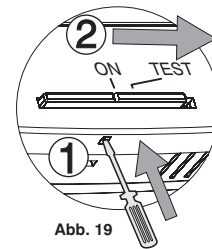

Abb. 19
- Stellen Sie den Wahlschalter **"ON - TEST"** auf **TEST** (Abb. 19).
- den Wahlschalter **"ON - TEST"** auf **TEST** stellen (siehe Abb. 19).
- den Wahlschalter **"ON - TEST"** auf **TEST** stellen (Abb. 19).